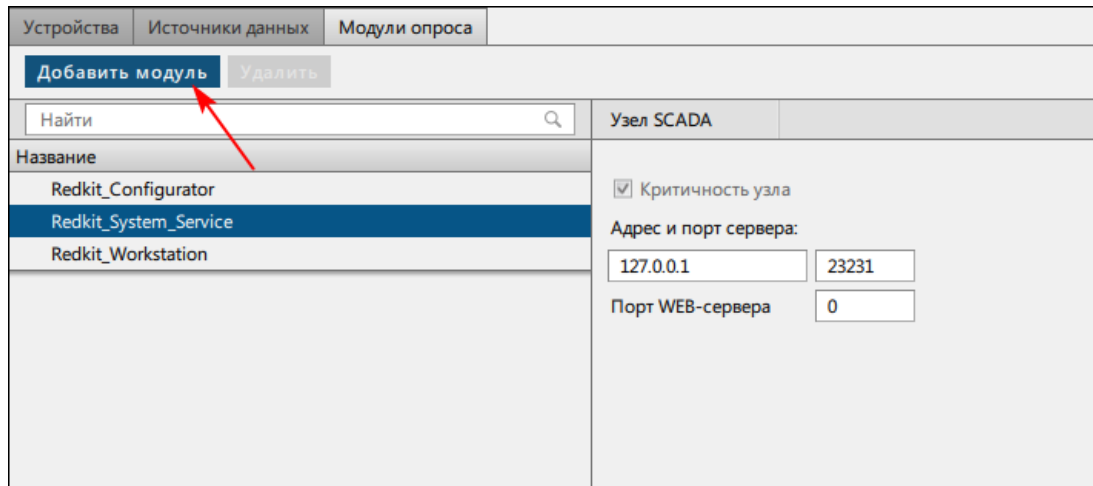

Рисунок 219 - Добавить модуль
12. На вкладке **Модули опроса** у сервисного узла(ов) (*Redkit_System_Service* или *Redkit_Master* и *Redkit_Slave*, в зависимости от типа конфигурации) нажмите **Добавить модуль** (Рисунок 219).